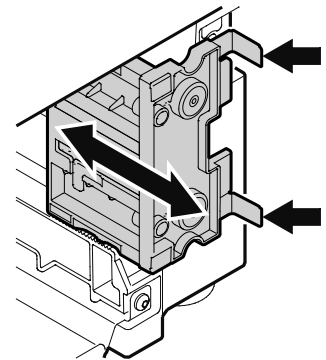

Figure 28
5. La face avant des équerres est à fleur avec l'avant de la grille de ventilation. Régler les supports de manière appropriée (**Figure 28**).